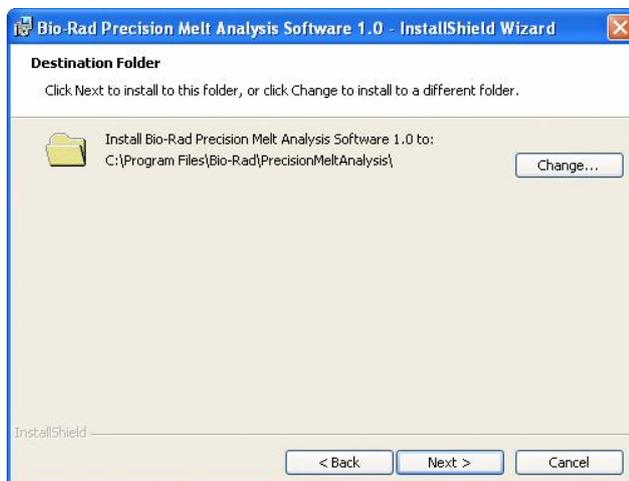

Рисунок 3. Название папки для установки программы.
5. Щелкните **Next** для установки программы в указанную папку по умолчанию (Рисунок 3).